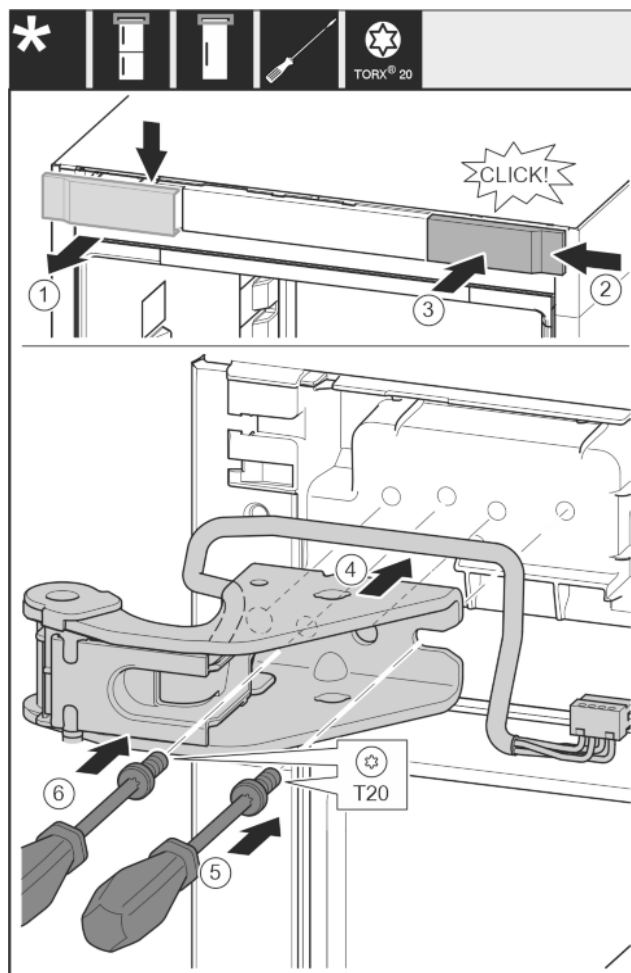

Fig. 25
- Skinite pokrov odozgo prema naprijed. Fig. 25 (1)
- Objesite pokrov okrenut za 180° na drugoj strani s desne strane. Fig. 25 (2)
- Pustite da pokrov uskoči. Fig. 25 (3)
- Postavite gornji podložak ležaja. Fig. 25 (4)
- Odvijačem T20 umetnite i pritegnite vijak. Fig. 25 (5)
- Odvijačem T20 umetnite i pritegnite vijak. Fig. 25 (6)